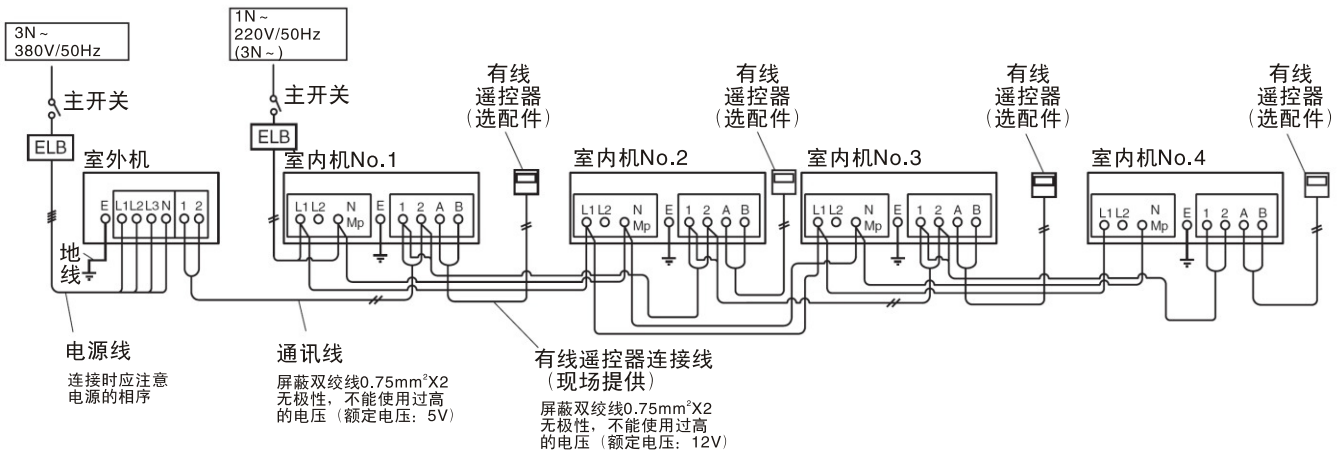

图6.1 电气接线 (3Φ 380V/50Hz)
- (1) 连接电源线到室内机和室外机电气箱内的端子排上。并且连接地线到室外机的电气箱内。另外，在连接地线到室内机电气箱的接地螺栓上时，参照图6.1。
- (2) 连接室内外机通讯线到端子排上的1和2端子，如果电源线被连接到端子排（TB2）上的1和2，印刷电路板将会被损坏。
- (4) 如图6.1所示，连接室内机和室外机之间的配线，检查确保每个端子排上端子压接线的拉力。
- (5) 连接室外机和室内机之间的通讯线要使用屏蔽双绞线，分别连接到室内外机之间的端子排的1和2端子上。